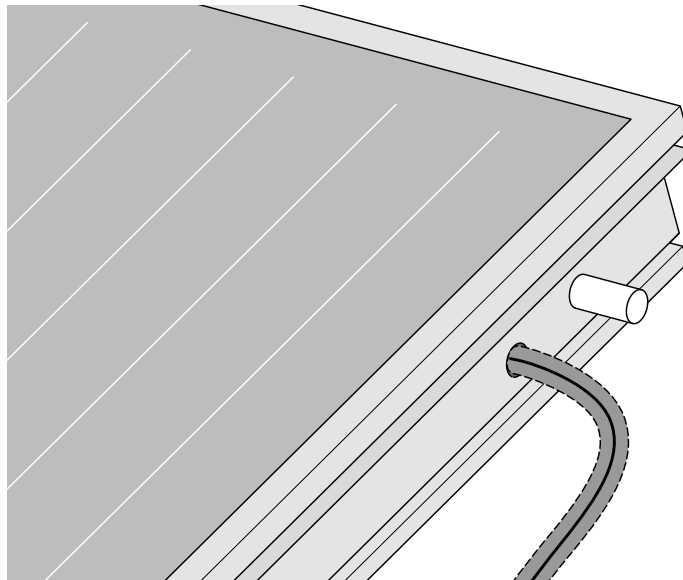

Bild 36
- Bei Reihenmontage muss der Fühler immer in den letzten Kollektor in Flussrichtung (der Kollektor, bei dem der warme Vorlauf zum Boiler geht) eingesetzt werden, siehe auch Bild 36.